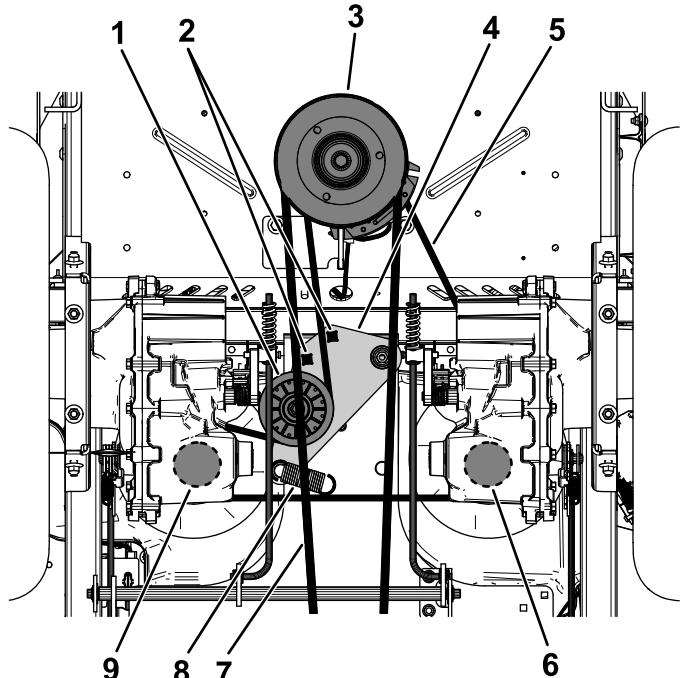

Figure 70
5. Insérez un rochet de $\frac{1}{2}$ pouce ou une poignée articulée dans les trous carrés du bras de la poulie de tension pour détendre le ressort de la poulie de tension (Figure 70).
6. Retirez la courroie existante de la poulie de tension, des 2 poulies d'entraînement de pompe hydraulique et de la poulie du moteur (Figure 70).
7. Chaussez la courroie neuve sur la poulie de tension, la poulie du moteur et les 2 poulies de la pompe hydraulique (Figure 70).